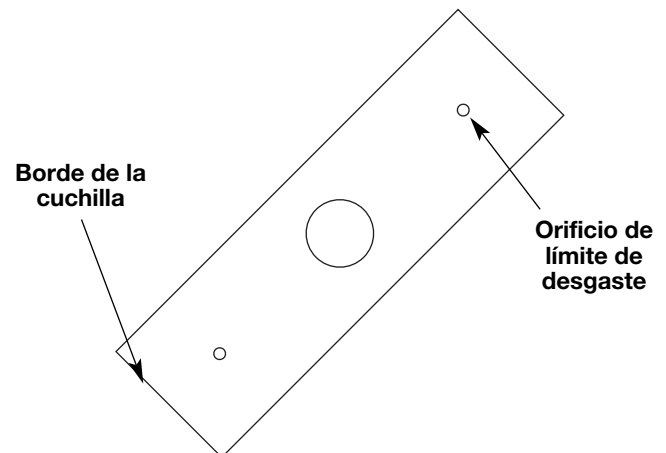

Fig. 14
- Revise el estado de la cuchilla. A medida que se desgasta se pone más pequeña, por consiguiente, se reduce el rendimiento de la profundidad de corte. Reemplácela con una cuchilla nueva cuando la cuchilla se haya desgastado hasta los orificios de límite de desgaste de la cuchilla (Fig. 14).